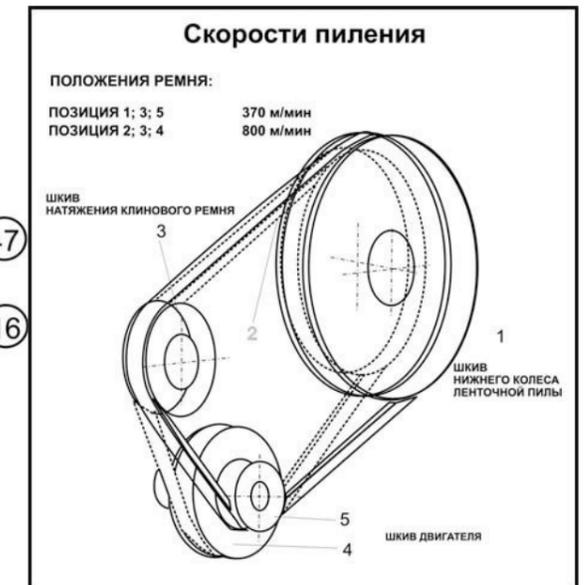

Рис.15
11.7.4. Изменяя одновременно положение ремня (46) на шкивах (45 и 47) согласно схеме Рис.15 установить скорость движения пильной ленты (9) 370 м/мин или 800 м/мин.